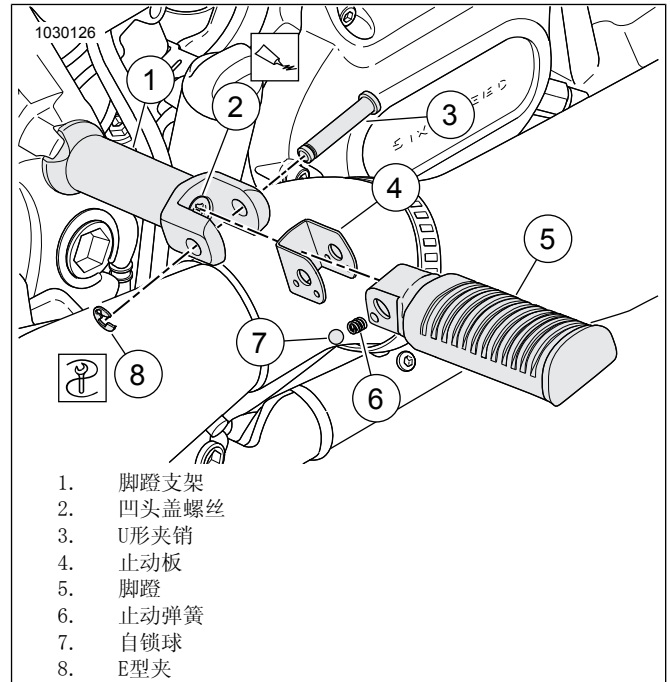

图1。软尾乘客脚蹬
1. 参见图1。从脚蹬支架(1)拆下E形夹(8)和U形夹销(3)。拆下脚蹬(5),保留待用。
参阅图1在车辆上安装新脚蹬零件。